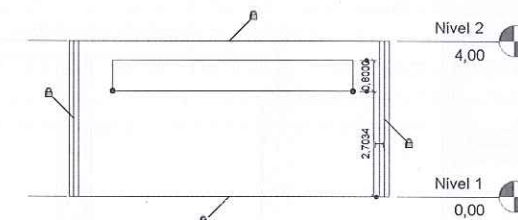

Figura 5.99 – Alteração da abertura gerada no modelo.
- Com as ferramentas do painel **Desenhar** você pode criar aberturas em qualquer formato nas paredes. As medidas da abertura são editáveis com as cotas temporárias. Se a abertura já estiver criada e você quiser alterá-la, selecione a parede e repita o processo anterior; as cotas são exibidas quando a parede é selecionada (Figura 5.99).